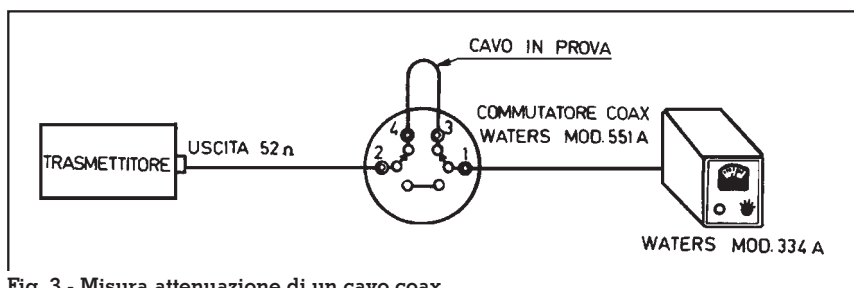

Fig. 3 - Misura attenuazione di un cavo coax
Fig. 4b - Display riferito al set di fig. 3 - il filtro è centrato a 32,420 MHz, il marker esterno aggiunto visibile a dx del Center Frequency indica 35,725 MHz @ -20dBm
a) Misura della perdita in un cavo coassiale. (vedi fig. 3)